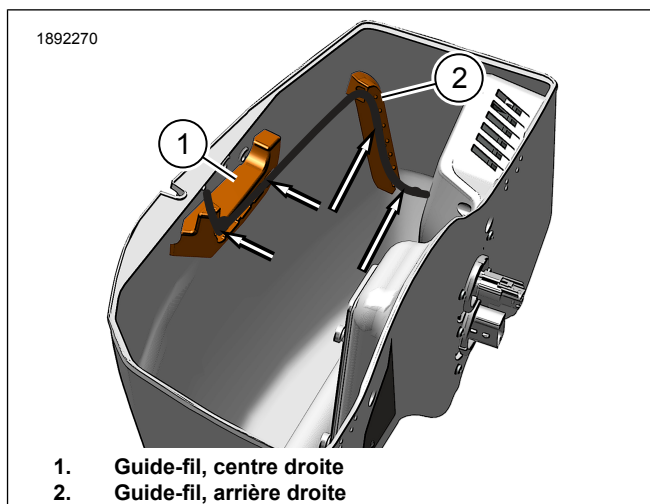

Figure 6. Itinéraire interne du faisceau de câbles
- c. Voir la Figure 6. Installez le faisceau directement à l'arrière de la sacoche, dans le guide-fil arrière (2) et vers l'avant dans le guide-fil central (1), comme illustré.
- d. Le connecteur du caisson de basses et les connecteurs des haut-parleurs (si équipés) dépasseront suffisamment du haut du guide central (1) pour atteindre leurs points de connexion.